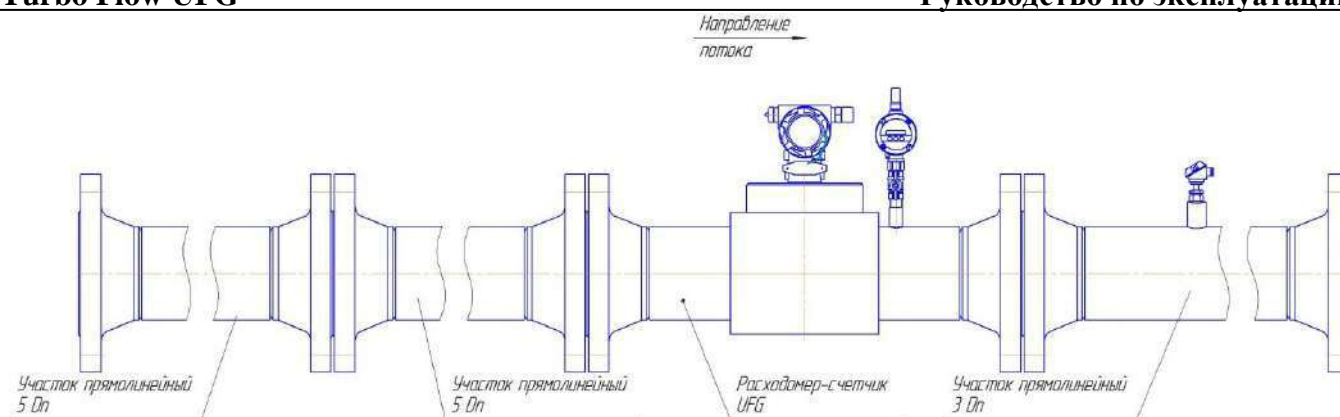

Рисунок 2.15 – Пример составного прямолинейного участка длиной 10D
2.5.7 Прямолинейные участки ИТ могут быть изготовлены из одной или нескольких секций, в соответствии с пп. 2.5.2, 2.5.3, 2.5.4. Пример составного прямолинейного участка длиной $10D$ (Рисунок 2.15).